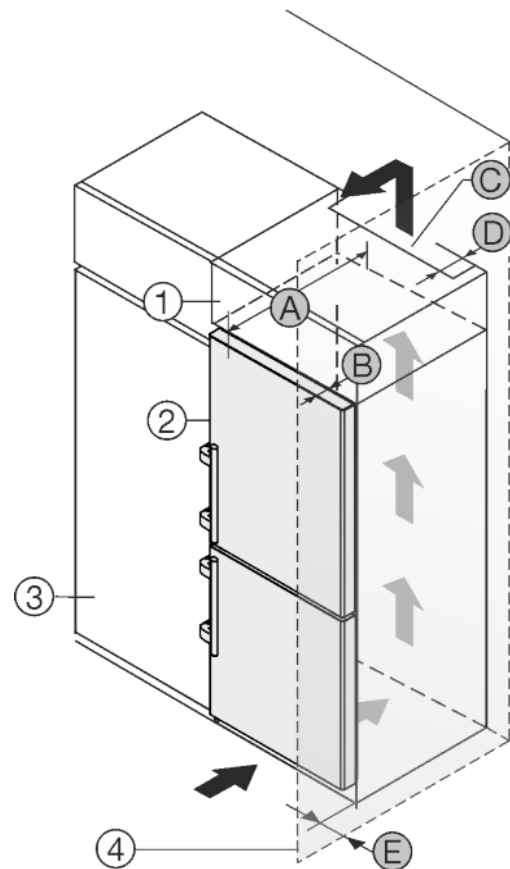

Fig. 43
Das Gerät kann mit Küchenschränken umbaut werden. Um das Gerät *Fig. 43 (2)* der Küchenzeilenhöhe anzugleichen, kann über dem Gerät ein Aufsatzschrank *Fig. 43 (1)* angebracht werden.
Das Gerät kann direkt neben dem Küchenschrank *Fig. 43 (3)* aufgestellt werden. Um die Türe vollständig öffnen zu können, muss das Gerät um die Tiefe *Fig. 43 (B)* gegenüber der Küchenschrankfront vorstehen. Abhängig von der Tiefe der Küchenschranke und Verwendung von Wandabstandshaltern kann das Gerät weiter herausragen.
- An der Rückseite des Aufsatzschrankes muss ein Abluftschacht mit der Tiefe *Fig. 43 (D)* über die gesamte Aufsatzschrankbreite vorhanden sein.
- Unter der Raumdecke muss der Entlüftungsquerschnitt *Fig. 43 (C)* eingehalten werden.
Wenn das Gerät mit den Scharnieren neben einer Wand *Fig. 43 (4)* aufgestellt wird, muss der Abstand *Fig. 43 (E)* zwischen Gerät und Wand eingehalten werden. Dies entspricht dem Griffüberstand bei geöffneter Tür.